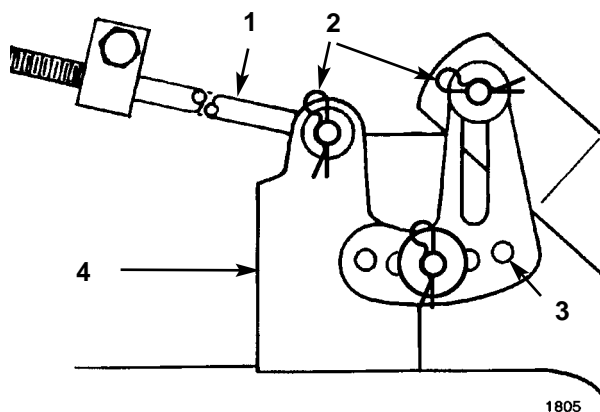

Fig. 44
7. Inserite l'estremità dell'asta lunga nel foro dell'attacco del tosaerba (Fig. 44). Montate la rondella e la coppiglia a forcina per fissare l'asta. Ripetete questa operazione dal lato opposto del tosaerba.
8. Montate la staffa di livello scanalata del tosaerba sul perno del braccio dell'altezza di taglio (Fig. 44). Montate la rondella e la coppiglia a forcina per fissare il tosaerba. Ripetete questa operazione dal lato opposto del tosaerba.